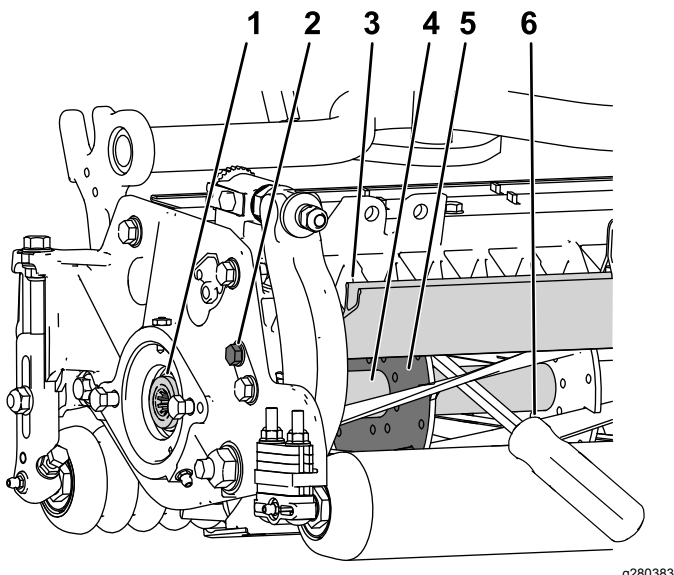

Figura 30
- Afloje el perno del deflector a la izquierda de la unidad de corte y eleve el deflector trasero (Figura 30).
2. Inserte una palanca de mango largo (se recomienda de 3/8" x 12" con mango de destornillador) por la parte trasera del molinete de corte, lo más cerca del lateral de la unidad de corte que va a apretar (Figura 30).
3. Coloque la palanca contra la parte soldada de la placa de soporte del molinete (Figura 30).